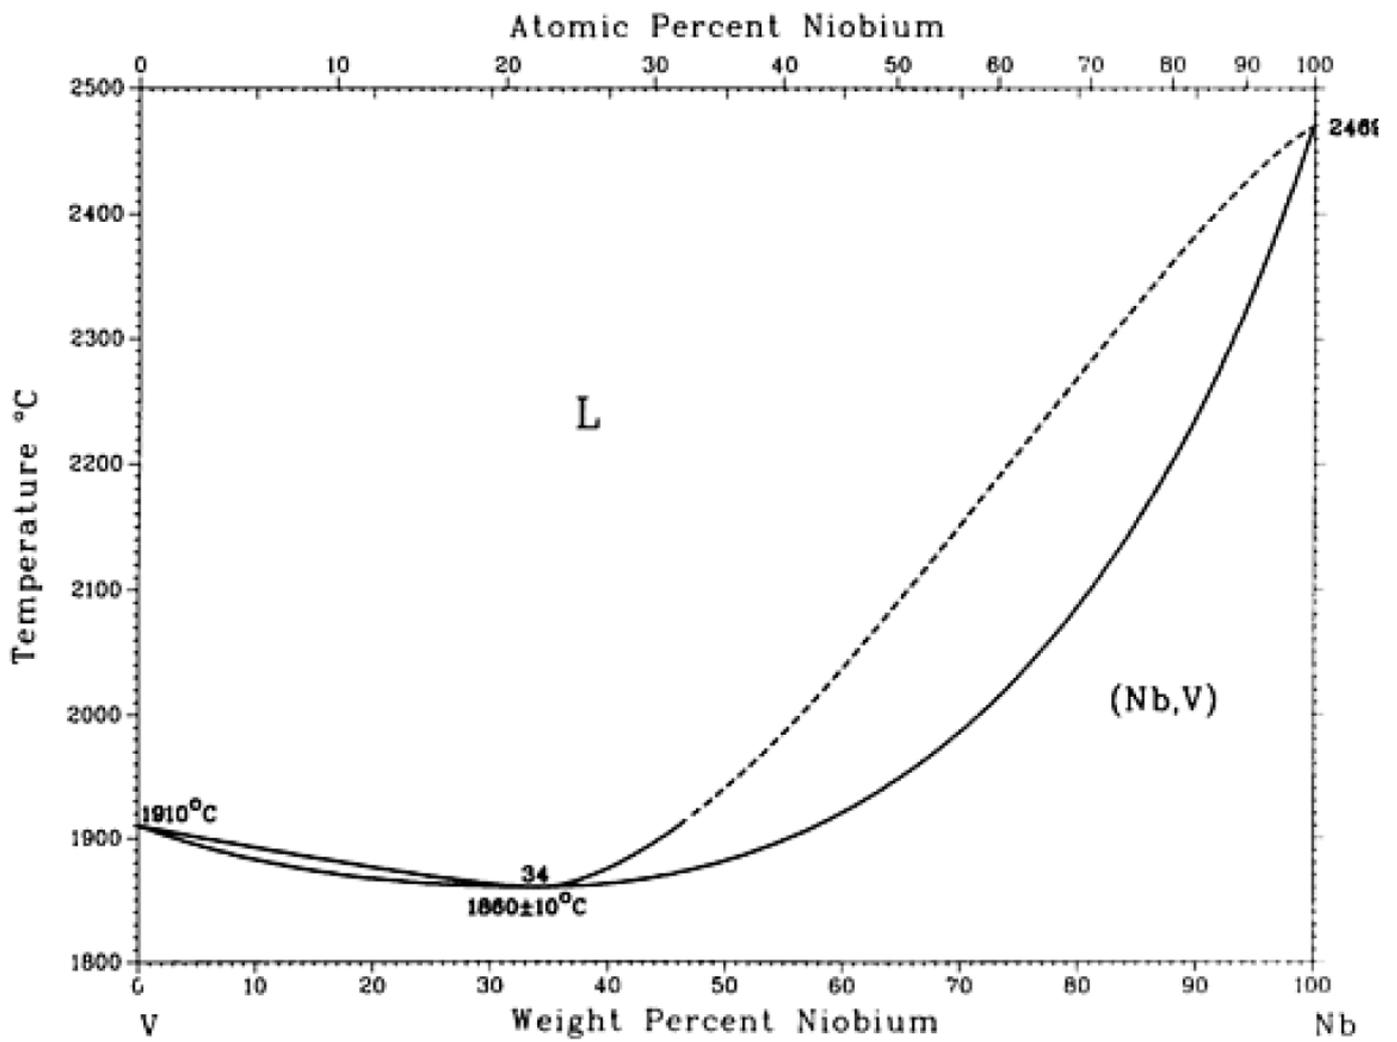

Figura 3 – Diagrama de fases do sistema Nb-V.
- 6) Considere o diagrama Nb-V dado na Figura 3. (a) descreva o resfriamento em equilíbrio de uma liga de composição 70Nb-30V (% massa); (b) desenhe curvas de resfriamento (Temperatura vs tempo) esquemáticas para ligas de composição global 34% Nb e 80%Nb, ambas porcentagens em massa.
- 7) Ainda com relação ao diagrama Nb-V da Figura 3, de uma forma qualitativa, para qual das seguintes ligas você esperaria uma maior segregação em condições de resfriamento fora de equilíbrio, 10%Nb ou 90% Nb ? Ambas porcentagens em massa. OBS. Para taxas de resfriamento da ordem de  $10^2$  K/s.